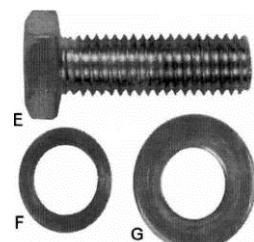

Рис. 5
1. Удалить транспортную пластины (A) между эл. двигателем (C) и столом.
2. После того как кронштейн был удален, установите винт обратно на площадку с двигателем. Верхний винт будет использоваться позже для крепления расширения к основному столу. (рис. 5)
3. Установите крышку двигателя (G), совместив штифты (H) на крышке с отверстиями на тумбе.
4. Закрепите крышку, потянув за защелку (J), закрыв дверцу, и отпустите защелку.
1. Прикрепите левое расширение (A) к основному столу (B) тремя болтами (E), с гроверами (F) и плоскими шайбами (G). Не затягивайте расширение, чтобы иметь возможность выравнивать вручную по основному столу.
2. Установите расширение горизонтально, так чтобы передний край с передним краем стола (C) пилы были на одном уровне. Затем с помощью линейки, убедитесь, что плоскости находятся на одном уровне.
4. Возьмите крепеж (рис. 5) для правой стороны, а затем, приложив правое расширение сделайте все операции в том же порядке.